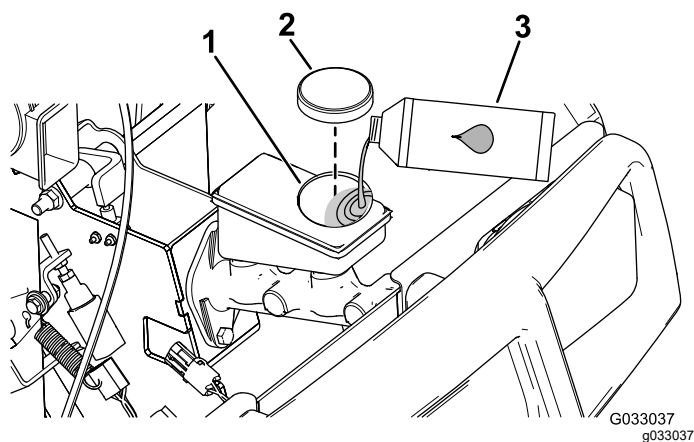

Рисунок 17
2. Поднимите капот, чтобы получить доступ к главному тормозному цилиндру и бачку (Рисунок 17).
- A. Очистите область вокруг крышки бачка и снимите крышку (Рисунок 17).
- C. Установите на место крышку бака (Рисунок 17).